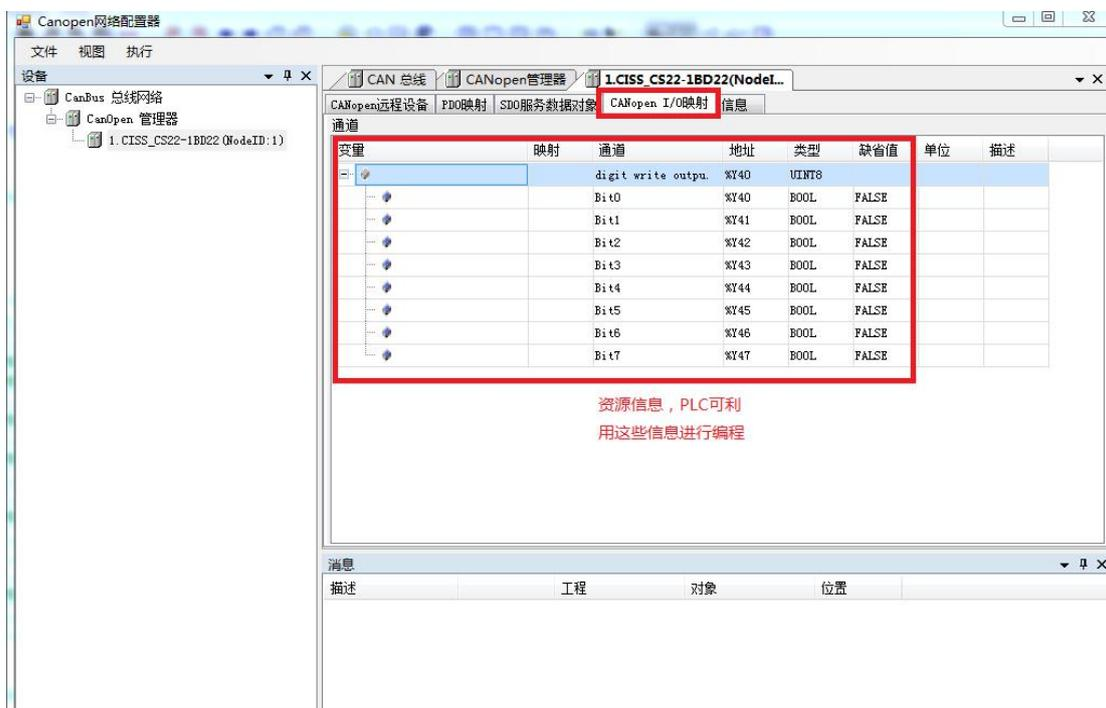

图4.8 设备资源信息
5、查看资源分配。在从站配置界面，点击“CANopen I/O 映射”标签页，可有设备PLC资源分配信息。PLC可利用这些信息进行编程。如图4.8。